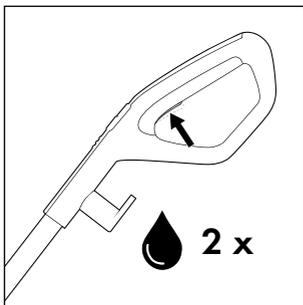

Rys. 12
- ◆ Odwiń kabel zasilający **17** całkowicie z uchwytów kabla górnego i dolnego **16/20**. Aby szybko odwinąć kabel zasilający **17** z uchwytów kabla **16/20**, wyciągnij nieco górny uchwyt kabla **16** i obróć go w dół (patrz rys. 12).